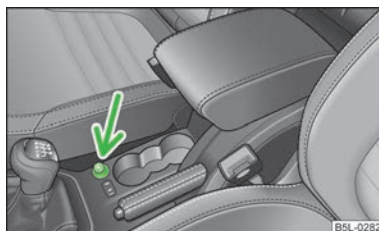

Fig. 69
- Pulsar el botón del mechero del encendedor » fig. 69.
En la consola central delantera » fig. 69 de la página 74.
- Retirar la cubierta de la caja de enchufe o bien el encendedor » fig. 69 de la página 74.